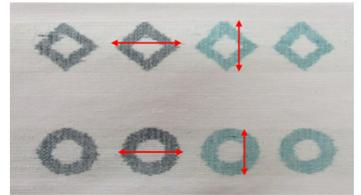

図4 試織サンプル
② 緯緋引き揃え糸の経方向密度補正(緯緋密度補正法)
- ・自然な緯糸打込み密度(25本/鯨寸)で試織した(図4)結果、織物が経方向に約17%縮むことが分かった。